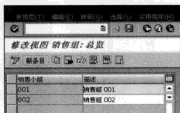

图 8-22 “修改视图销售组：总览”界面
STEP 1 在命令栏输入 SPRO 命令，通过菜单选择“企业结构→分配→销售和分销→维护销售组”选项，弹出“修改视图 销售组：总览”界面，如图 8-22 所示。